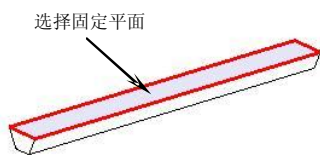

图7-69
13. 在【特征操作】工具条中单击【拔模角】按钮，弹出【拔模角】对话框。单击 **MB2**，选择固定平面，如图 7-69 所示，选择拔模面，如图 7-70 所示。在【Set A】输入框中输入“-10”，单击 **确定** 按钮创建拔模特征，如图7-71所示。